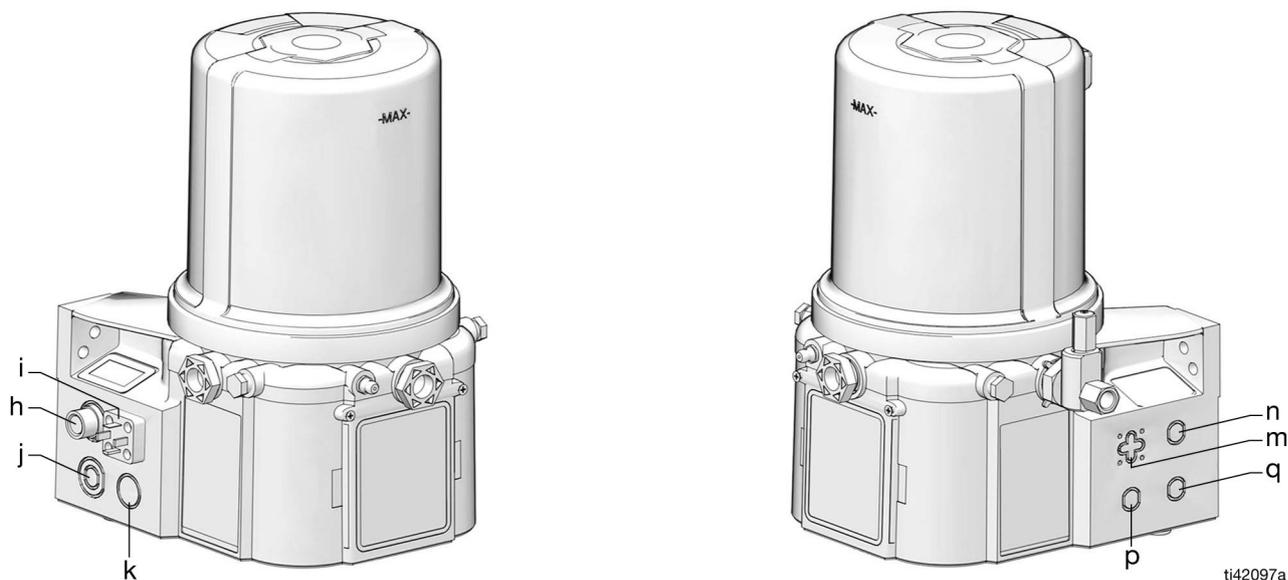

図 1
**注:** コードh~qはG3ポンプの具体的な位置を示します。これらの場所については図1を参照してください。